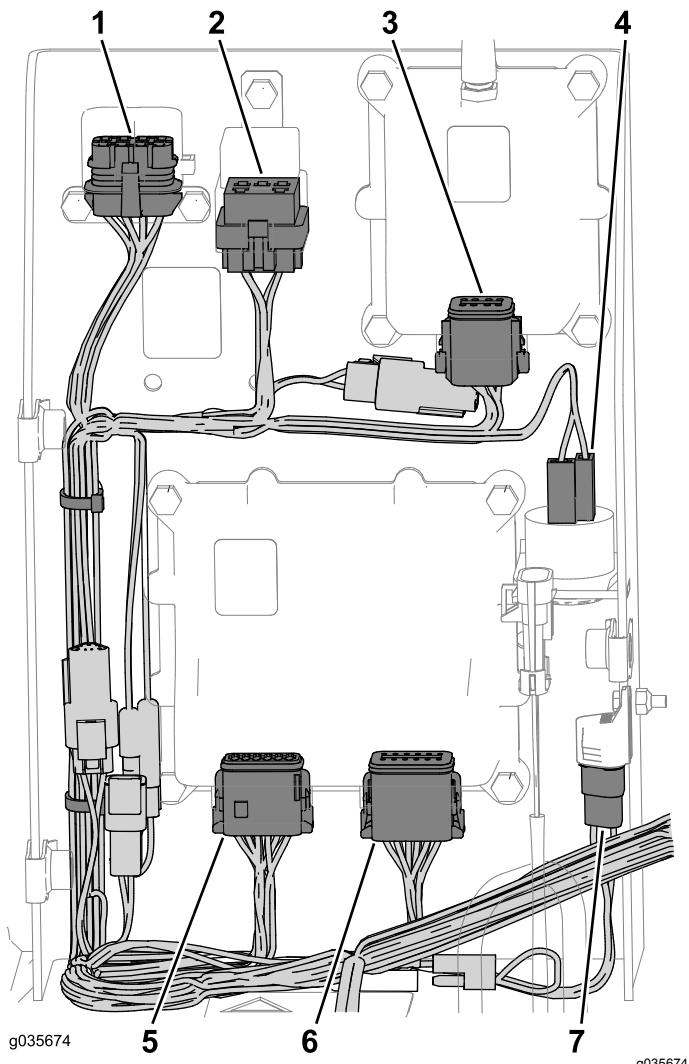

Figura 21
3. Siga o código de cores e chave de conectores para se assegurar que está a instalar o conector adequado à tomada do componente (Figura 21).